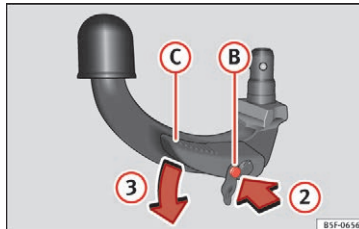

Fig. 180 Trin 2
- Tryk oplåsningsstiften ② i pilens retning ②, og tryk samtidig armen ③ helt i pilens retning ③ » Fig. 180.